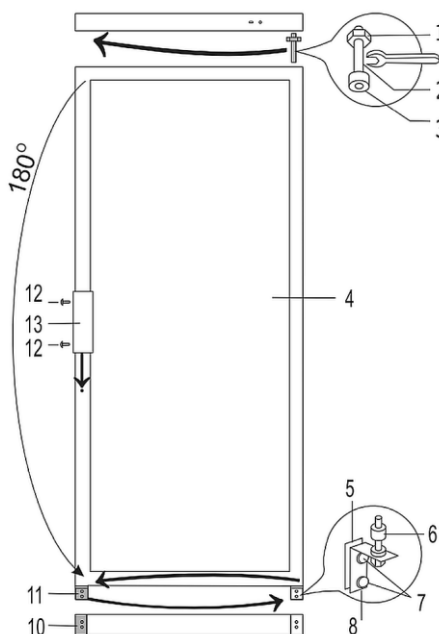

Fig. 9
1. Svitare le due viti (7, fig. 9) e rimuovere la controcerniera inferiore (8) insieme al set di rondelle (6) sull'asse e il pezzo intermedio (5).
2. Togliere le viti (7) e rimuovere la controcerniera (11).
3. Togliere la porta (4).
4. Svitare il perno del cuscinetto (2) con il dado (1) e le rondelle (3) dalla controcerniera superiore.
6. Per prima cosa girare la porta (4) di 180°, poi infilare il perno superiore del cuscinetto (2) nella porta (4) e appendere la porta (4).
7. Rimuovere le viti di fissaggio (12) dalla porta ed estrarre la maniglia della porta (13).
8. Installare la maniglia della porta (13) sul lato opposto.